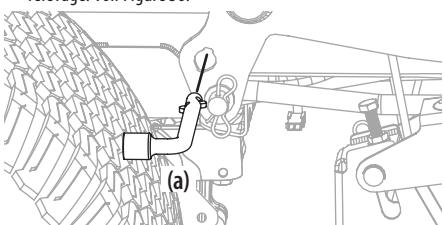

Figure 36
5. La pédale de relevage et le bouton de réglage doivent être utilisés pour placer le plateau à la position la plus basse. L'outil multifonction est utilisé pour verrouiller le système de relevage. Voir Figure 36.